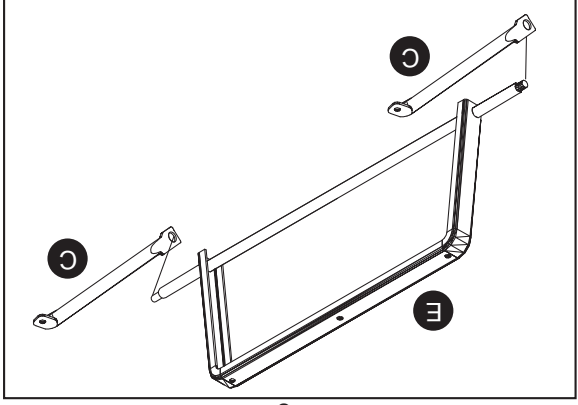

Fig. 3
3. Deslice los puntales posteriores (C) hacia los extremos del ensamble del eje posterior (E) como se muestra en la Fig. 3.